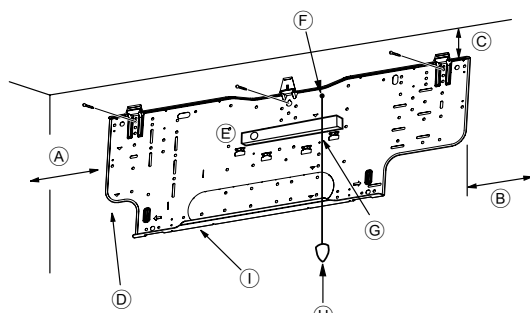
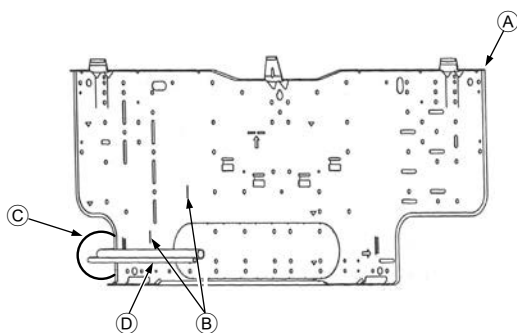

Рис. 3-4
Рис. 3-5
■ PKA-RP-HAL (Рис. 3-4)
- Ⓢ Крепежные винты (4 × 35) ②
- ① Монтажная плита ①
3.3. Встраивание труб в стены (Рис. 3-5)
- ▲ Монтажная плита ①